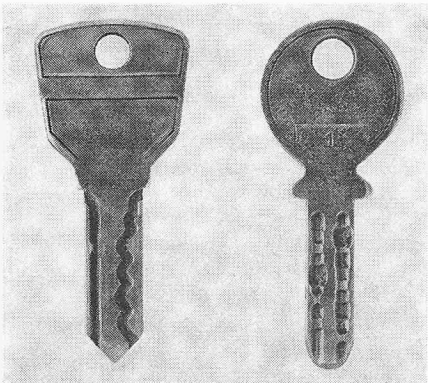

Bild 2. Solche Schlüssel können nur vom Hersteller kopiert werden. Er tut dies nur mit schriftlicher Einwilligung des Besitzers
- Schliesszylinder, deren Schlüssel vom Hersteller nur mit schriftlicher Einwilligung des Besitzers kopiert werden, sind besonders zu empfehlen. Sie sind mit den üblichen Einrichtungen beim «Schlüssel-service» nicht kopierbar. (Bild 2)